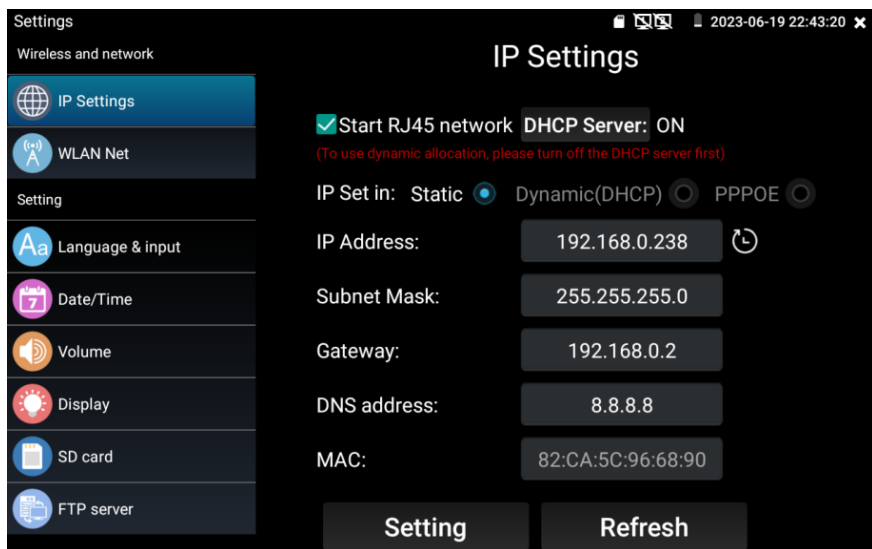

Рис. 15 Настройки подсети тестера
2. Второй способ предполагает изменение параметров подсети тестера вручную. Для этого необходимо знать точный IP-адрес видеочасти. Обычно он расположен на наклейке на самой видеочасти или на коробке из под нее. Зная этот адрес, можно изменить параметры подсети тестера в меню «Settings» - «IP Settings» (рис. 15)